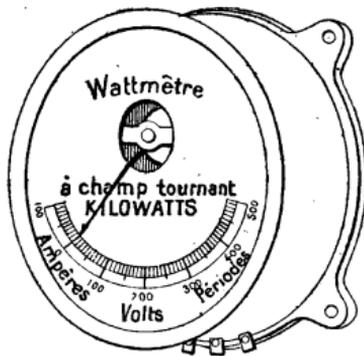

Fig. 733.
**Wattmètre.** — Appareil qui mesure en watts ou en kilowatts la puissance totale d'un courant électrique (fig. 733).